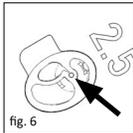

fig. 6
■ **fig. 6** La cloche de la prothèse doit toucher le fond de l'orifice et le plateau doit être entièrement engagé dans l'encoche prévue à cet effet, de manière que sa face supérieure soit au ras de la face supérieure du Sizer Disk.